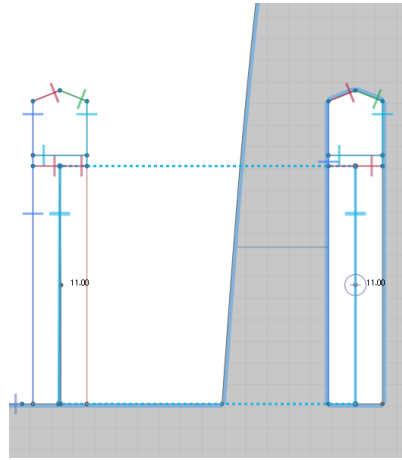

图 4-2-39 袖衩缝合设置
① 选择 2D 视窗工具栏中“ (线缝纫)”工具，将口袋与左前片口袋标记位进行缝合，注意口袋上端不缝合。
② 选择 2D 视窗工具栏中“ (自由缝纫)”工具，将门襟与左前片门襟标记位进行缝合。
③ 选择 2D 视窗工具栏中“ (线缝纫)”工具和“ (自由缝纫)”工具，将袖衩与袖片袖衩标记位进行缝合，如图 4-2-39 所示，注意袖衩与袖片开口的一边（靠近袖前片的那侧）进行缝合。